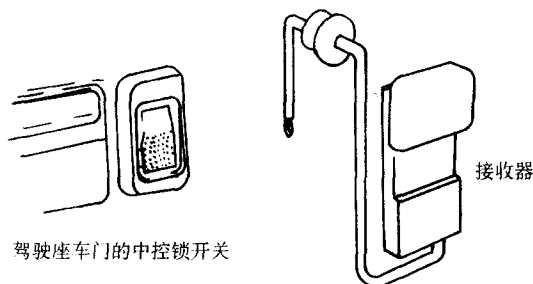

图 5-17 红外线接收器
1) 原因: 侦测 B 柱处的红外线传感器, 并测试红外线接收器 (图 5-17), 假如其电压经读取后为正确电压但无法保持, 则先拆下左传感器再测右传感器。然后用同样方法测试左传感器。
(3) 症状 3: 系统功能退化。